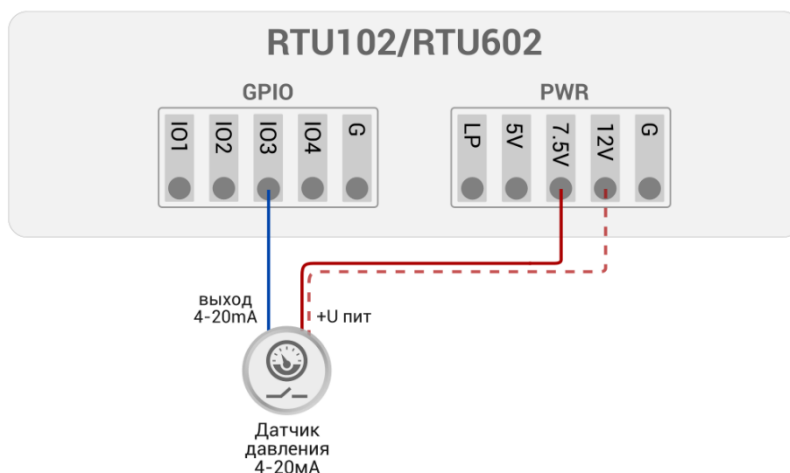

Рис. 11. Подключение токового датчика к УСПД (с питанием от УСПД).
- Датчик запитывается от встроенного источника питания УСПД. Подключение в этом случае происходит по схеме на Рис. 11: выход 4-20мА датчика соединяется с любым из входов **IO1-IO4** УСПД, а вывод +Упит подключается к одному из выходов питания УСПД – **7.5V** или **12V**.